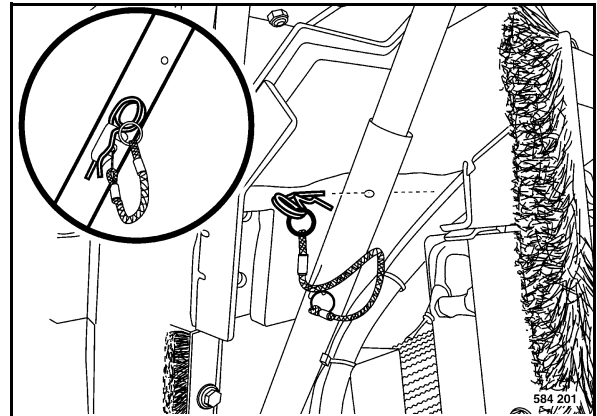

Fig. 213
- Abrir por completo la cubierta del motor (Fig. 213) y asegurarla.